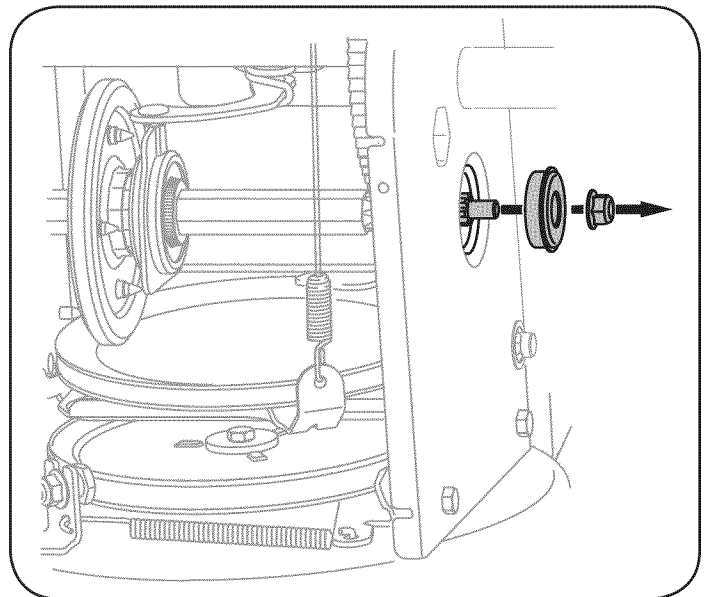

Figura 29
6. Retire con cuidado la tuerca hexagonal y la arandela que sujetan el eje hexagonal al marco de la máquina quitanieve, y golpee suavemente el extremo del eje para desplazar el cojinete de bolas del lado derecho del marco. Vea la figura 29.